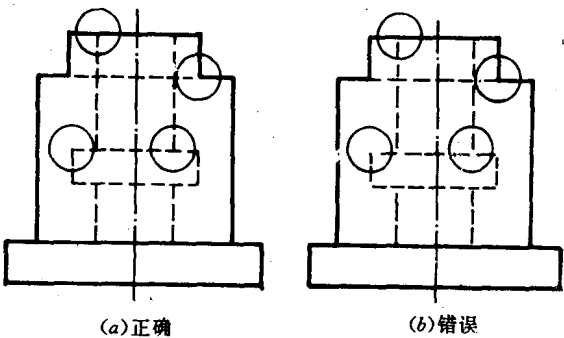

图 1-17 虚线的交接画法
(2)虚线与虚线交接或虚线与其它图线交接时,都应是线段交接。虚线为实线的延长线时,不得与实线连接。虚线的正确画法和错误画法,如图 1-17 所示。